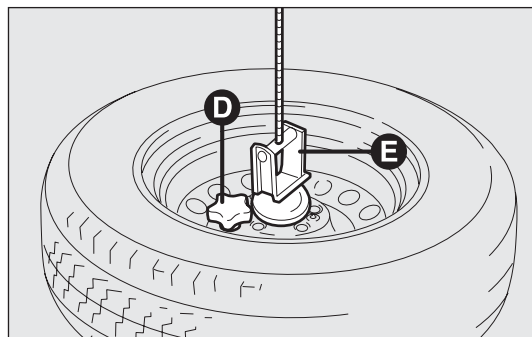

fig. 170
- dévisser le pommeau de retenue D-fig. 170 et libérer la roue en ôtant le support E ;
- prélever la roue changée, la refixer au support E-fig. 170 et visser le pommeau D;